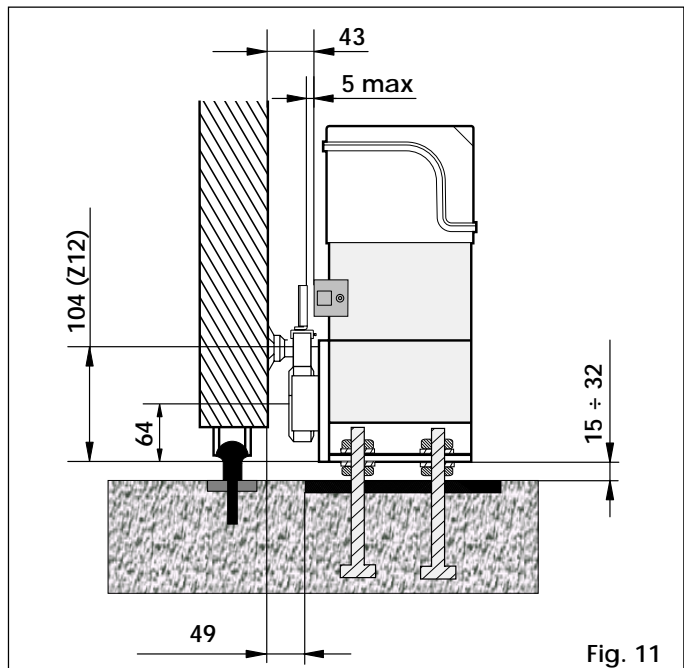

Fig. 11
- 4) Regular la altura de las patas y la distancia hasta la cancela como se ilustra en la Fig. 11.